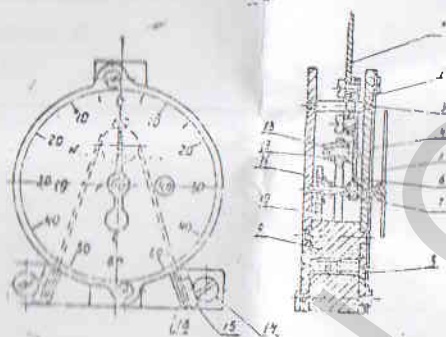

Рис. 1. Шкальное устройство граммометра.
4.1. К основанию граммометра 9 (рис. 1) с помощью винтов 8 крепятся верхняя плата 2 и нижняя плата 11, служащие опорами для сборки всех деталей механизма граммометра. Вокруг оси 3 вращается зубчатый сектор 6, находящийся в зацеплении с трибкой 7.
При приложении усилия к головке щупа, последний поворачивается вокруг оси 3 (см. рис. 1), вызывая поворот сектора 6. Трибка 7, находящаяся в зацеплении с сектором, поворачивается вместе с насаженным на ее конец стрелкой-указателем 5.
6.3.1. Если при проверке граммометра окажется, что его показания не соответствуют показаниям, указанным выше, прибор следует настроить. Для этого необходимо отвернуть винты крепления колодок поз. 14 (рис. 1), пружины поз. 16 передвинуть вверх, если показания граммометра необходимо уменьшить, или вниз, если показания необходимо увеличить.